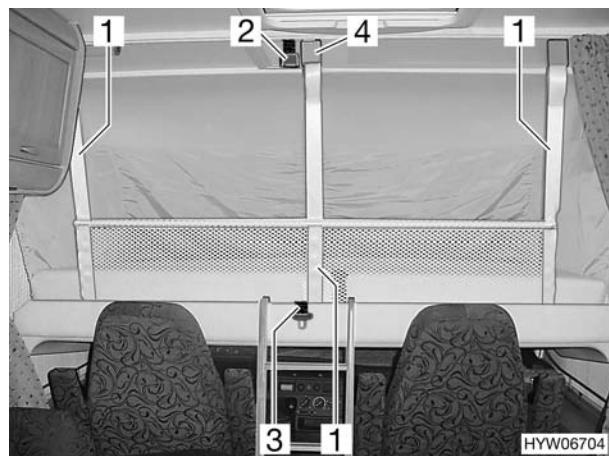

Fig. 80 Letto basculante con rete protettiva montata
- Staccare la cintura di ritegno (Fig. 80,3).
- Agganciare le cinture di ritegno (Fig. 80,1) ai ganci del soffitto (Fig. 80,4).
- Staccare le cinture di ritegno (Fig. 80,1) e sistemarle sotto il materasso.
- Assicurare il letto basculante al soffitto (Fig. 80,2) mediante la cintura di ritegno (Fig. 80,3).